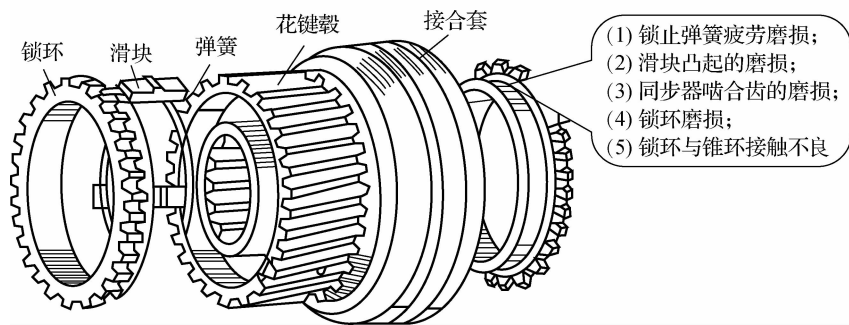

图 6-15 拆检变速器同步器
(6)拆检变速器同步器,如图 6-15 所示。必要时更换同步器磨损严重的零部件。